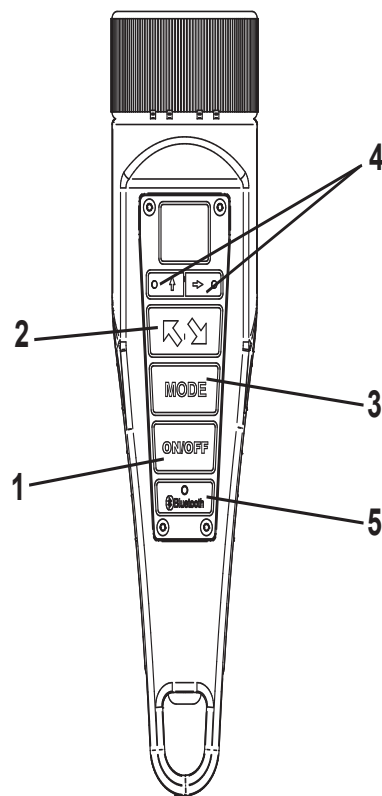

Fig. 20
Rif. Fig. 20.
Ref. Fig. 20.
Bez. Abb. 20.
Réf. Fig. 20.
Selezionare movimento piastre (Vedi Fig. 20) – Premere il tasto (3) e selezionare il movimento desiderato (transversale – longitudinale). Il movimento selezionato è indicato dal led corrispondente (4) acceso a luce fissa.
Selecting plates movement (see Fig. 20) – Press button (3) to select the desired movement (transverse – longitudinal).
Plattenbewegung auswählen (siehe Abb. 20) – Drücken Sie die Taste (3), um die gewünschte Bewegung auszuwählen (Quer – längs).
Sélection du mouvement des plaques (voir Fig. 20) – Appuyer sur le bouton (3) pour sélectionner le mouvement souhaité (transversal – longitudinal).